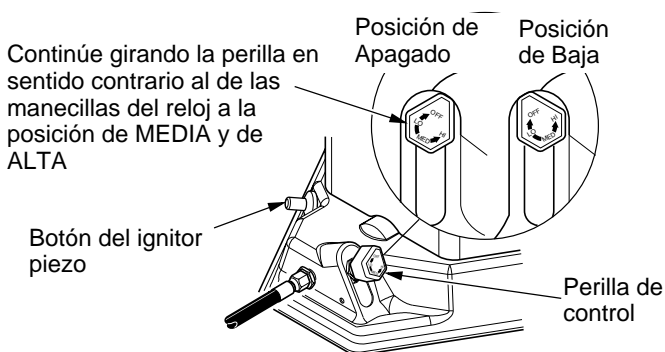

Figura 4: Ubicaciones de la perilla de control y del botón del ignitor piezo
5. Presione ligeramente y gire la perilla de control en sentido contrario al de las manecillas del reloj a la posición de BAJA (consulte la figura 4, página 5).
8. Cuando el quemador principal permanezca encendido, coloque el calentador en el nivel de calor deseado oprimiendo ligeramente la perilla de control y girándola en sentido contrario al de las manecillas del reloj a la posición de MEDIA o ALTA (consulte la figura 4).